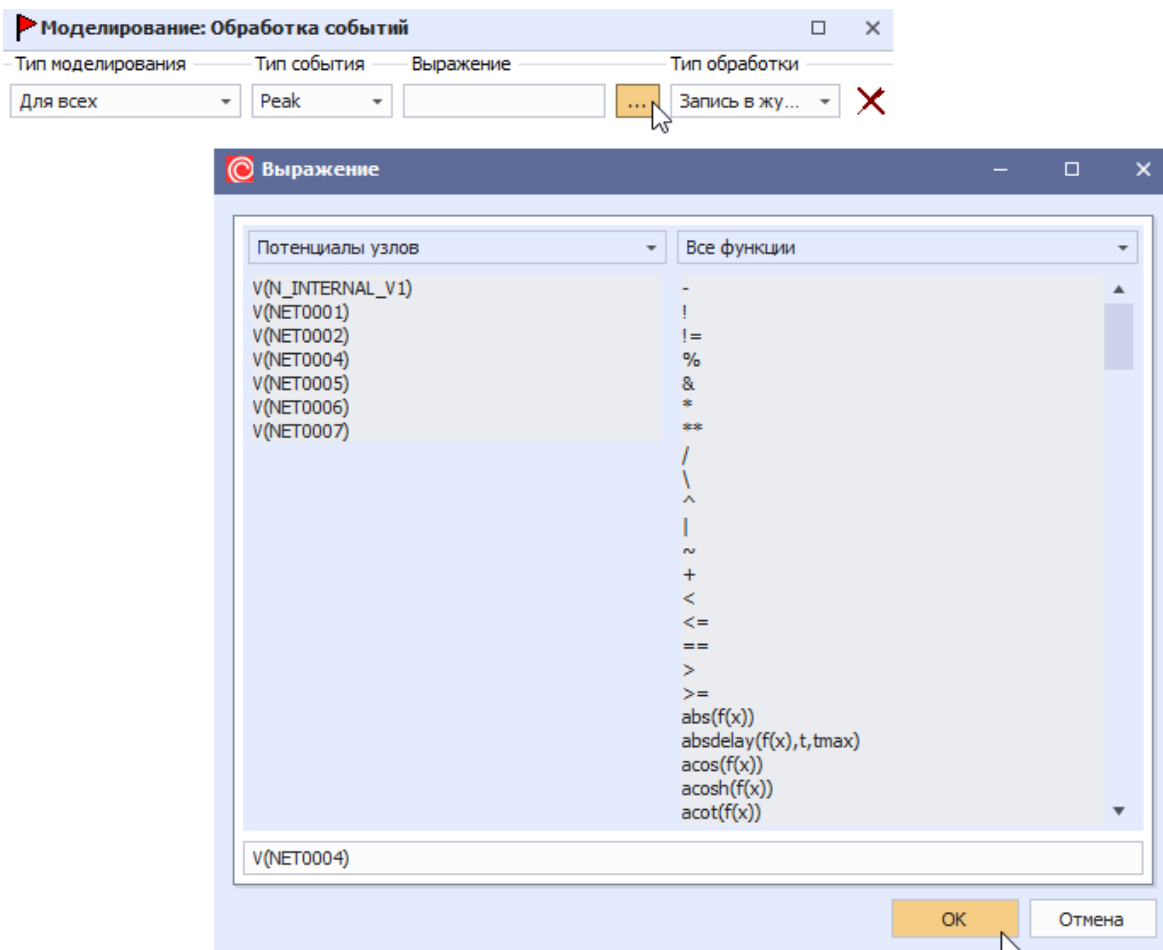

Рис. 180 Выбор выражения
4. Выберите Выражение V(NET0004), см. Рис. 180